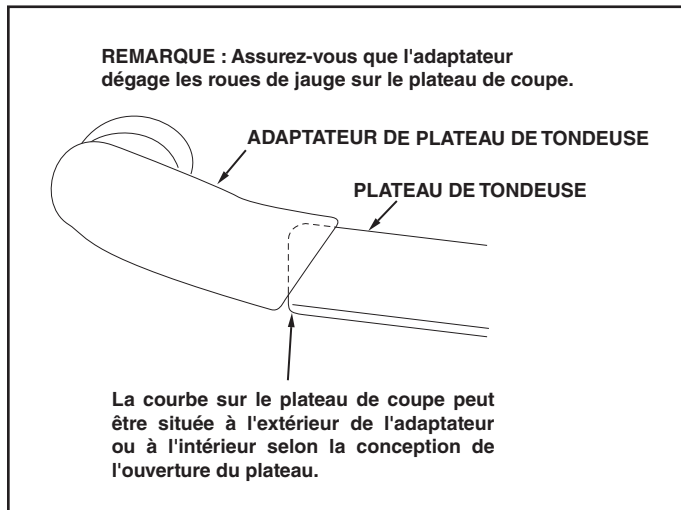

FIGURE 14
- Positionnez l'adaptateur sur l'ouverture du pont et vérifiez l'ajustement de la découpe comme indiqué sur la figure 14. Coupez la découpe, si nécessaire, pour permettre l'inclinaison de l'adaptateur, en gardant l'ajustement aussi proche que possible pour une meilleure aspiration sous vide.